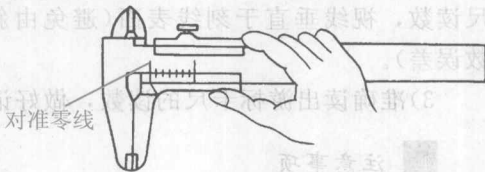

图1-8 游标卡尺的零位校验
- (1)根据被测工件选用一把三用游标卡尺。
- (2)测量前,应检查(校对)卡尺零位的准确性。擦净游标卡尺量爪的两测量面,并将两测量面接触贴合,如无透光现象(或有极微的均匀透光),且尺身与游标的零线正好对齐说明游标卡尺零位准确,如图1-8所示。否则,说明游标卡尺量爪的两测量面已有磨损,需修正。